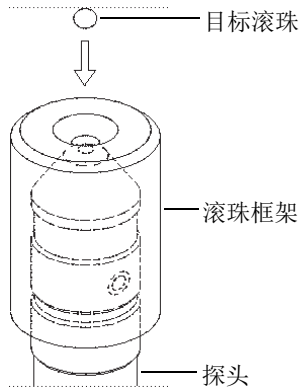

图 4-5 框架上的目标滚珠要与探头尖端对齐
3. **放上钢珠**：选择在随后的测量中要使用的目标滚珠，以及适用于滚珠尺寸的滚珠框架。这个框架要使目标滚珠的中心与探头尖端对齐。将滚珠放置于框架的上面。将框架套到探头的尖端上，使其向下滑动，直到不动为止，如第 69 页的图 4-5 所示。